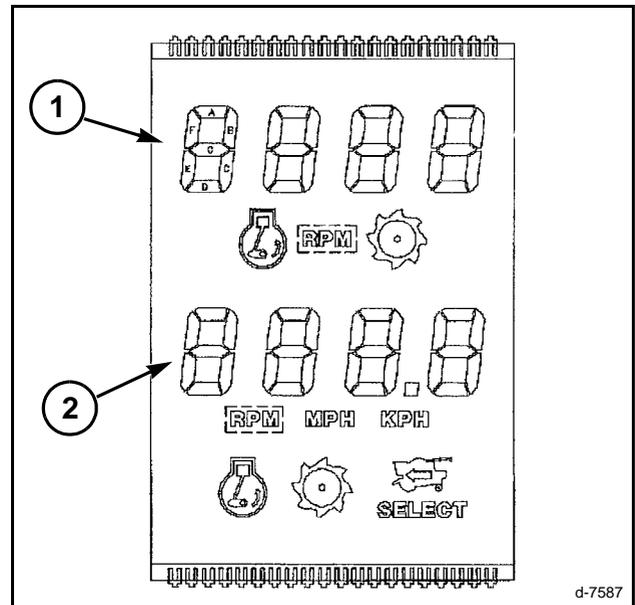

FIG. 69
FIG. 69: La pantalla superior (1) exhibe el rpm del motor o del rotor y es seleccionada en el modo de configuración 1 (setup) del EIP como valores de fábrica (Default).